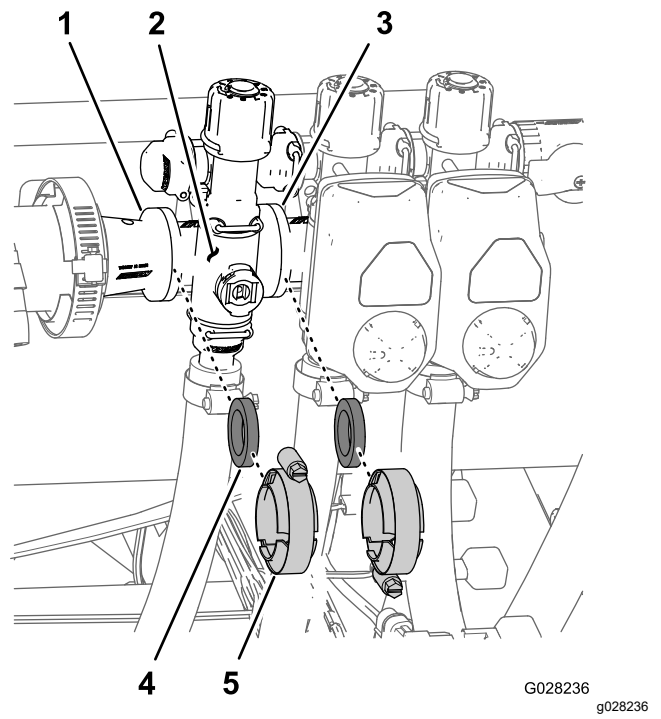

Figure 119
- Déposez les colliers et les joints qui fixent le collecteur de la vanne de section (Figure 119) à la vanne de section adjacente (s'il s'agit de la vanne de section gauche, et coupleur réducteur).